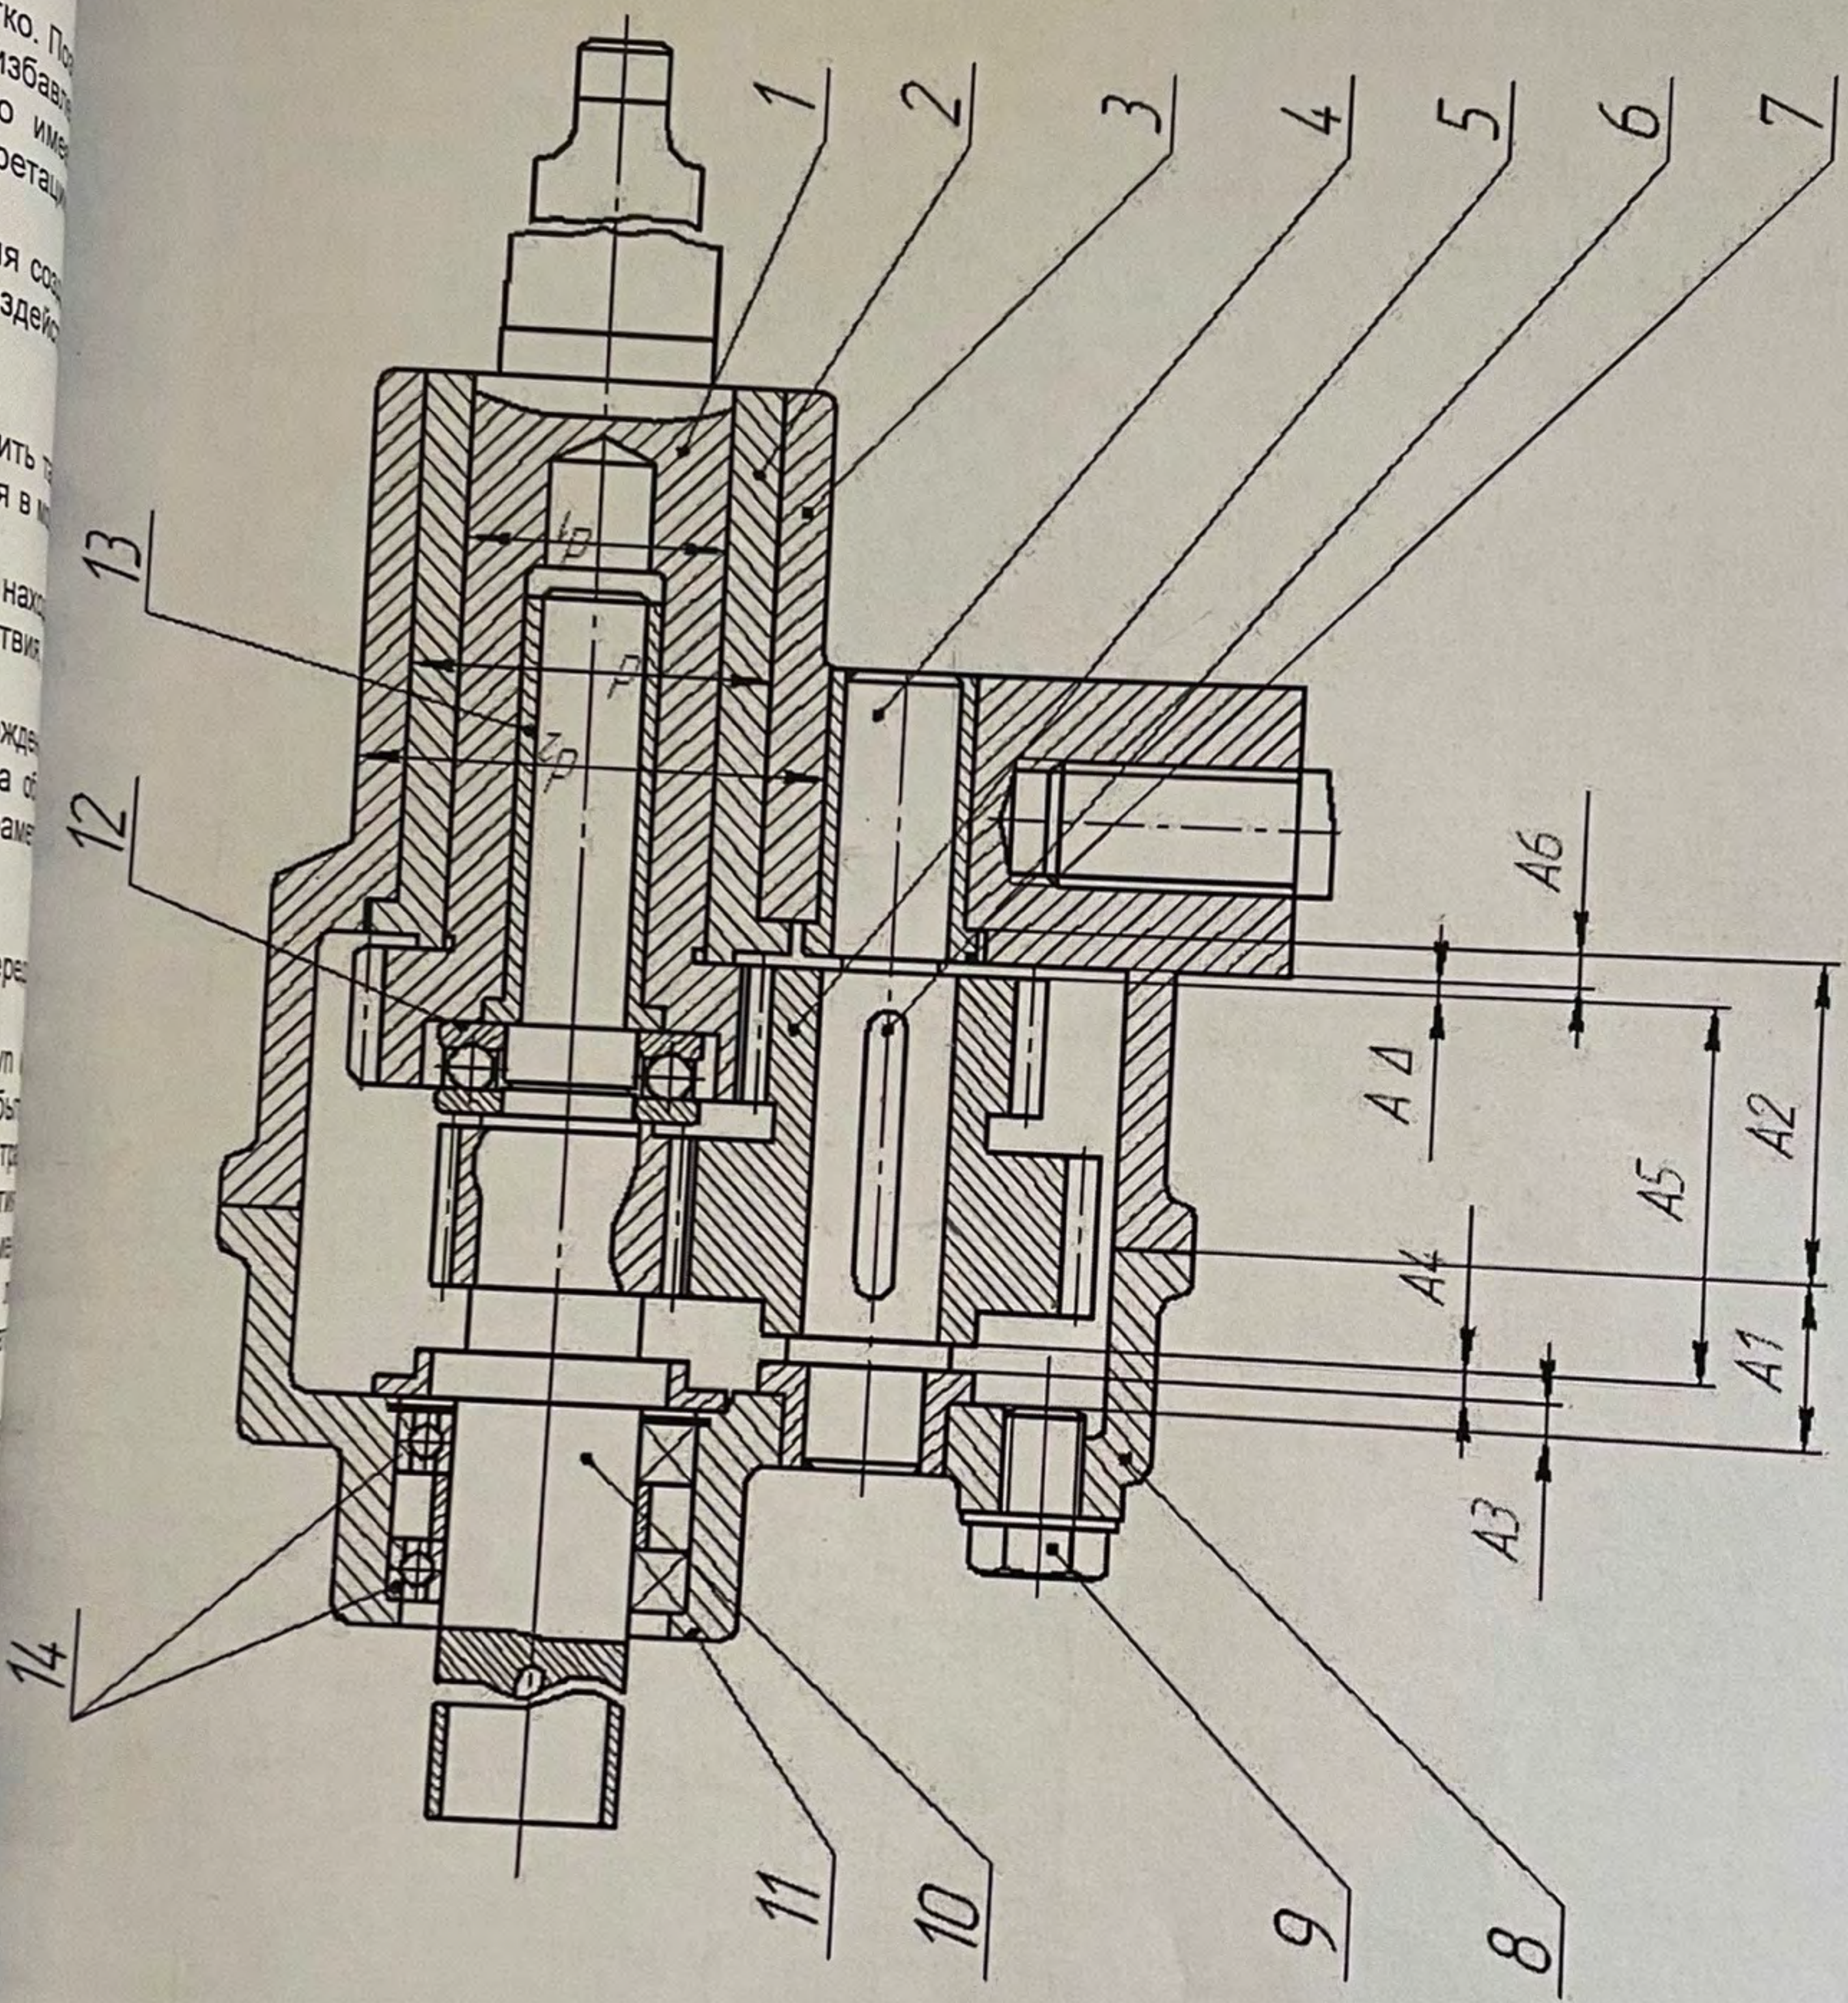

Рисунок 1 – Приспособление к сверльному станку
1. Описание работы узла приспособления к сверлильному станку (рисунок 1).